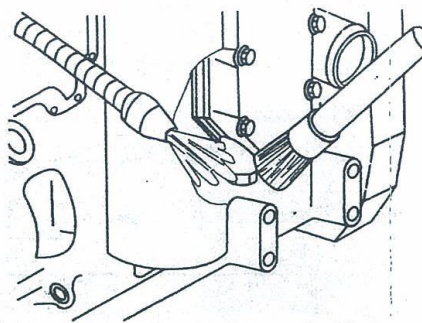

图 1-374 清洁压力调节阀螺塞周围区域
- 1) 清洁机油压力调节阀螺塞周围区域, 见图 1-374。